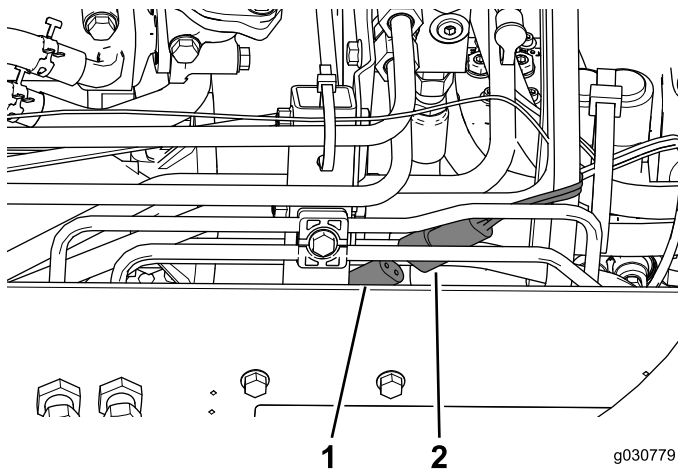

Bild 50
2. Schließen Sie den Stromanschluss der Kabine am Anschluss an der rechten Seite der Maschine an (Bild 50).